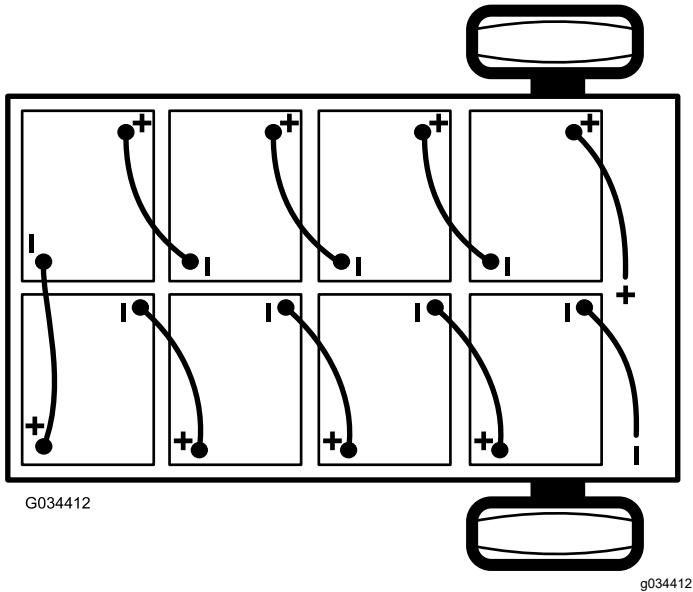

Bild 42
2. Schließen Sie das Hauptminuskabel (schwarz) ab, mit dem die Batterien an der Erdungsstelle der Maschine angeschlossen sind (**Bild 42**).
- Schließen Sie das Hauptpluskabel (rot) der Batterie ab, mit dem die Bank der Batterien am Hauptanschluss der Maschine angeschlossen ist (Bild 42).
Hinweis: Achten Sie auf die Batteriepolartität, wenn Sie neue Batterien einsetzen (Bild 42).
- Schließen Sie die Batterien mit den Batterieverbindungskabeln, die Sie in Schritt 1 entfernt haben, zusammen, wie in Bild 42 abgebildet.
- Schließen Sie das Hauptpluskabel (rot) der Batterie zwischen der Bank der Batterien und der Maschine an (Bild 42).
- Schließen Sie das Hauptminuskabel (schwarz) zwischen den Batterien und der Maschine an (Bild 42).